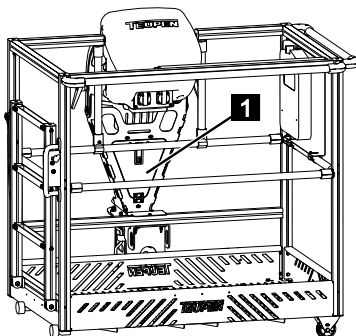

Fig. 217
3. Ouvrir le volet (Fig.217/1) de l'unité de commande.